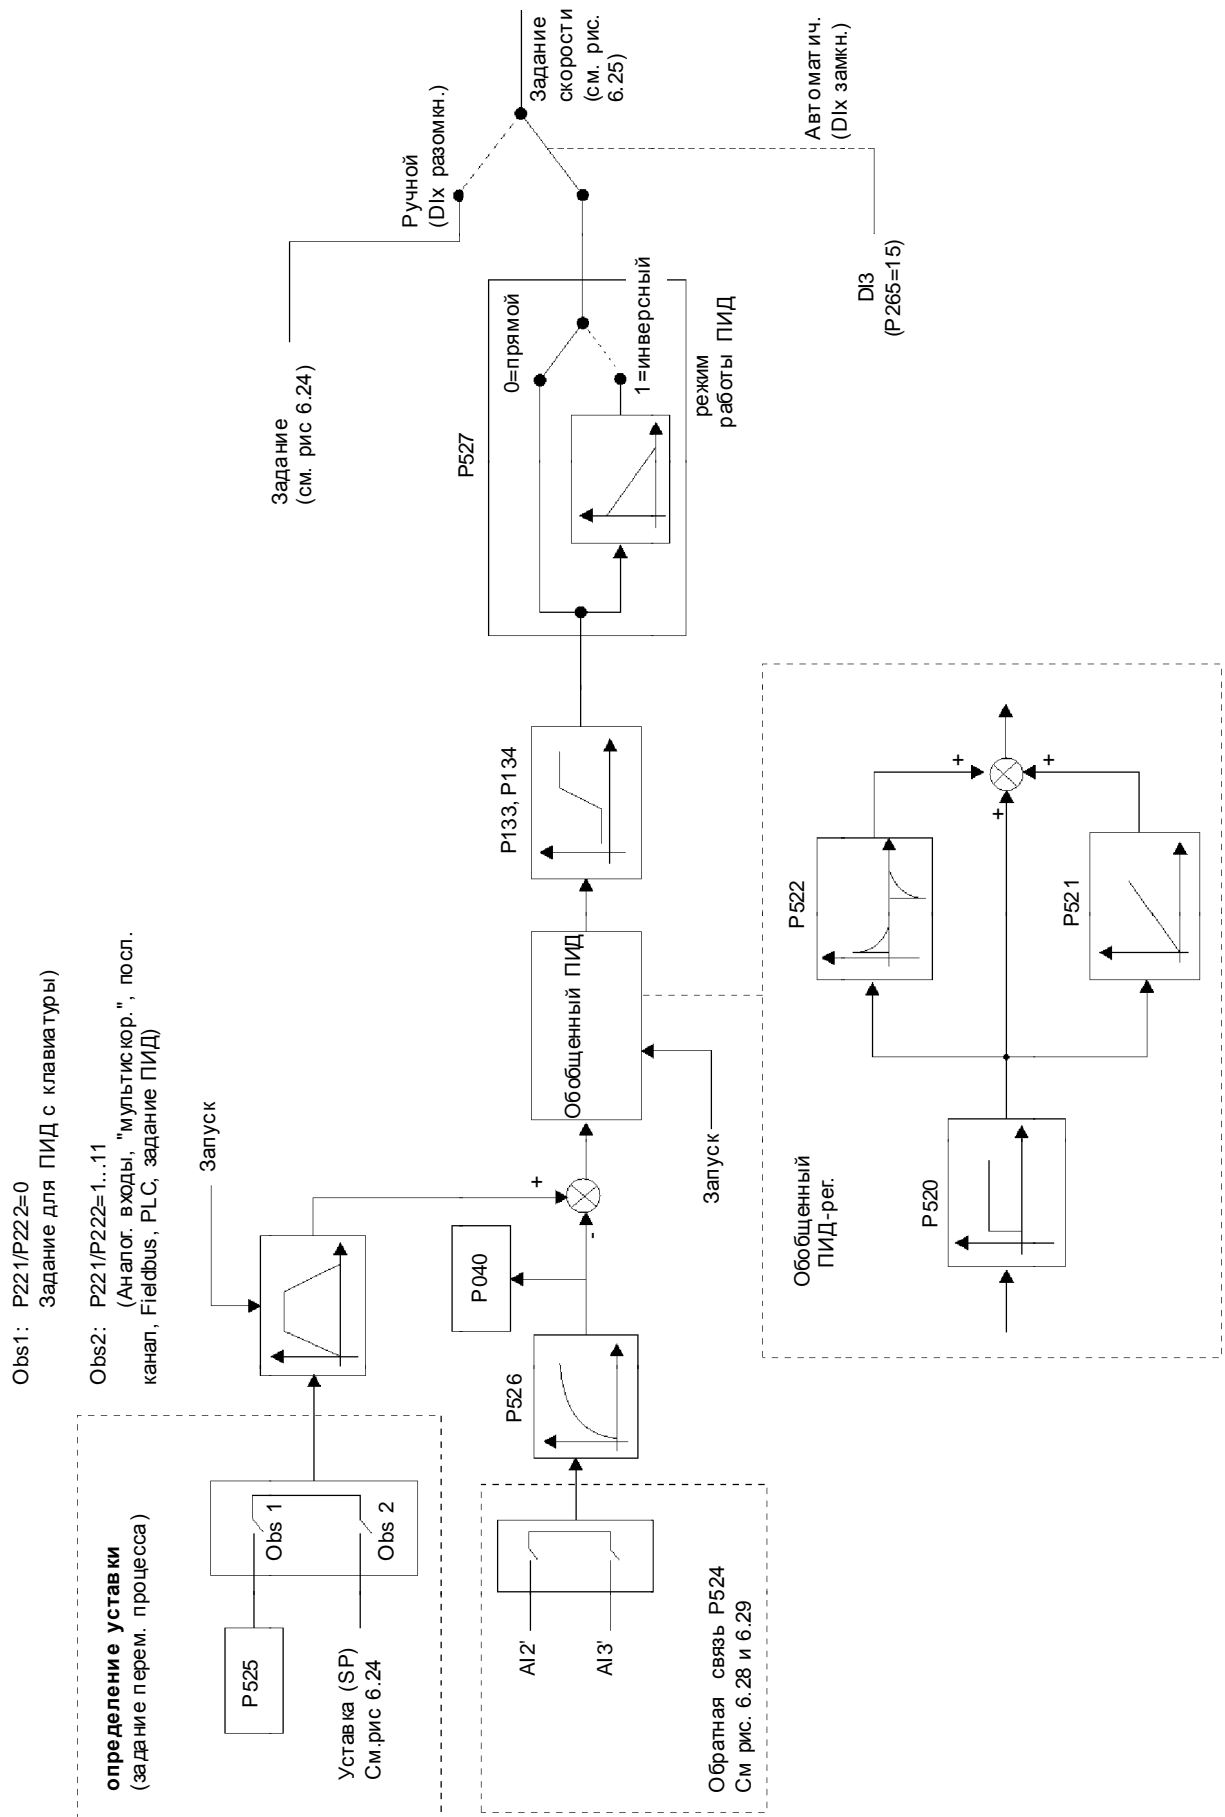

Рис. 6.41 - Блок-схема функции ПИД-регулятора
- Структурная схема обобщенного ПИД-регулятора показана на рис. 6.41.